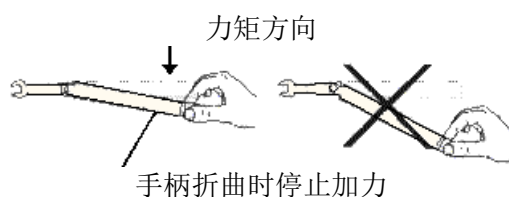

图 4-4 力矩扳手的使用方法
- c) 轻抓着力矩扳手手柄的末端，在垂直于手柄的方向上加力直至达到扳手的折点。如图 4-4：